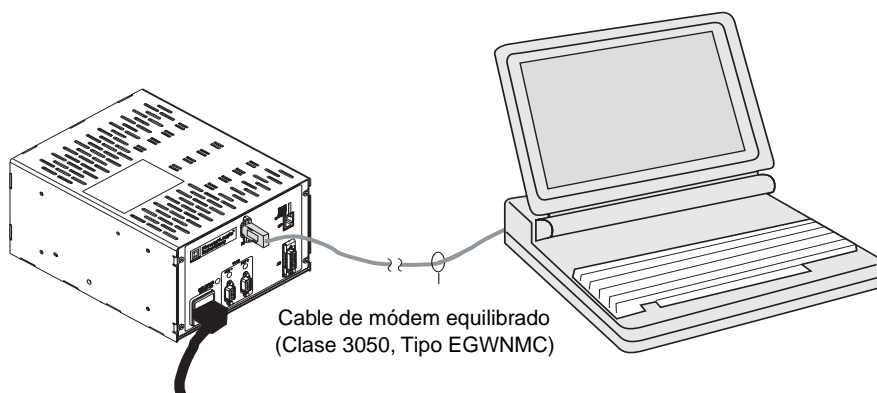

Figura 5-1: Cable de módem equilibrado conectado a una puerta y a un ordenador portátil
1. Conecte un cable de módem equilibrado entre el puerto de comunicaciones RS-232 del ordenador y el puerto RS-232 en la parte frontal de la puerta (figura 5-1). Encienda el ordenador y la puerta Ethernet POWERLOGIC. El diodo fotoemisor de estado de la unidad de la puerta se enciende en rojo unos momentos y los diodos fotoemisores de puerto también se encienden en rojo. Una vez que el diodo fotoemisor de estado de la unidad se pone ámbar y las luces de los puertos 1 y 2 se apagan, se puede comenzar a configurar la puerta.